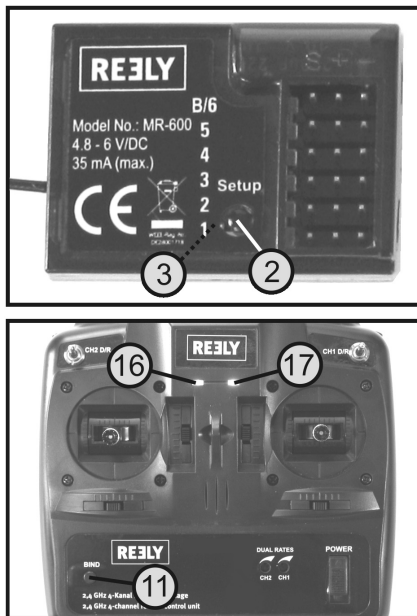

Figure 20
- Appuyez sur la touche Setup sur le récepteur (voir figure 20, n° 2) jusqu'à ce que la DEL sur le récepteur (voir figure 20, n° 3) clignote lentement.
- La DEL du récepteur (voir figure 20, n° 3) clignote brièvement rapidement puis reste allumée.